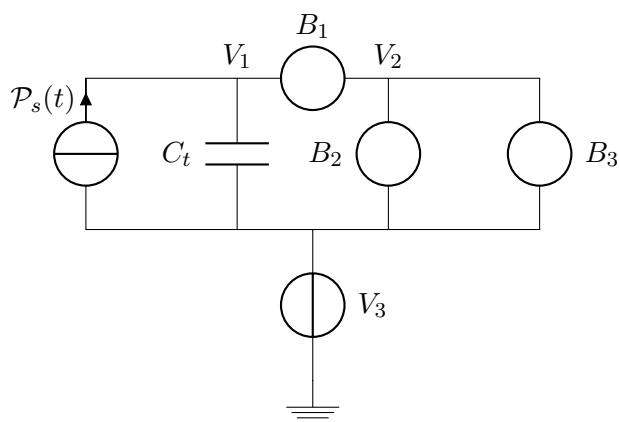

Fig. 2.2 – Schéma électrique équivalent
21. Une analogie thermique-électrique permet de construire le schéma électrique équivalent suivant (figure 2.2). Remplacer les bulles B_1 , B_2 et B_3 par les éléments électrocinétiques adéquats. Préciser à quoi correspondent les potentiels V_1 , V_2 et V_3 .